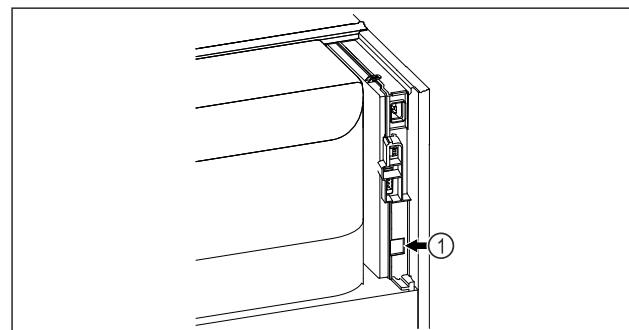

Fig. 83
SmartModule Fig. 83 (1) je nasadený.